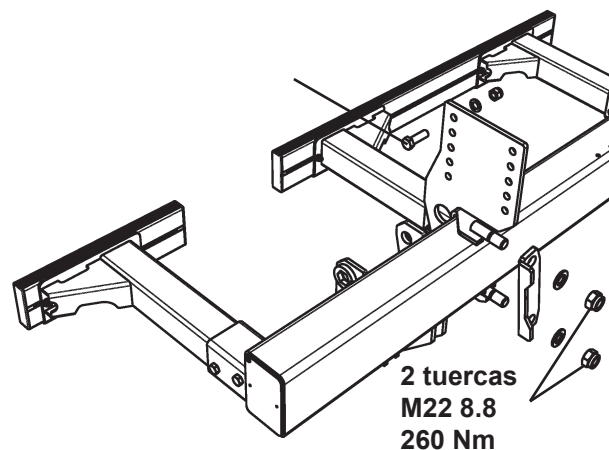

Figura 13. Montar el perfil en U con las tuercas y arandelas correspondientes
8. Montar el perfil en U con las tuercas y arandelas correspondientes, sin apretar. Apretar las tuercas alternativamente hasta que el perfil en U quede recto contra la estructura, véase Figura 13.